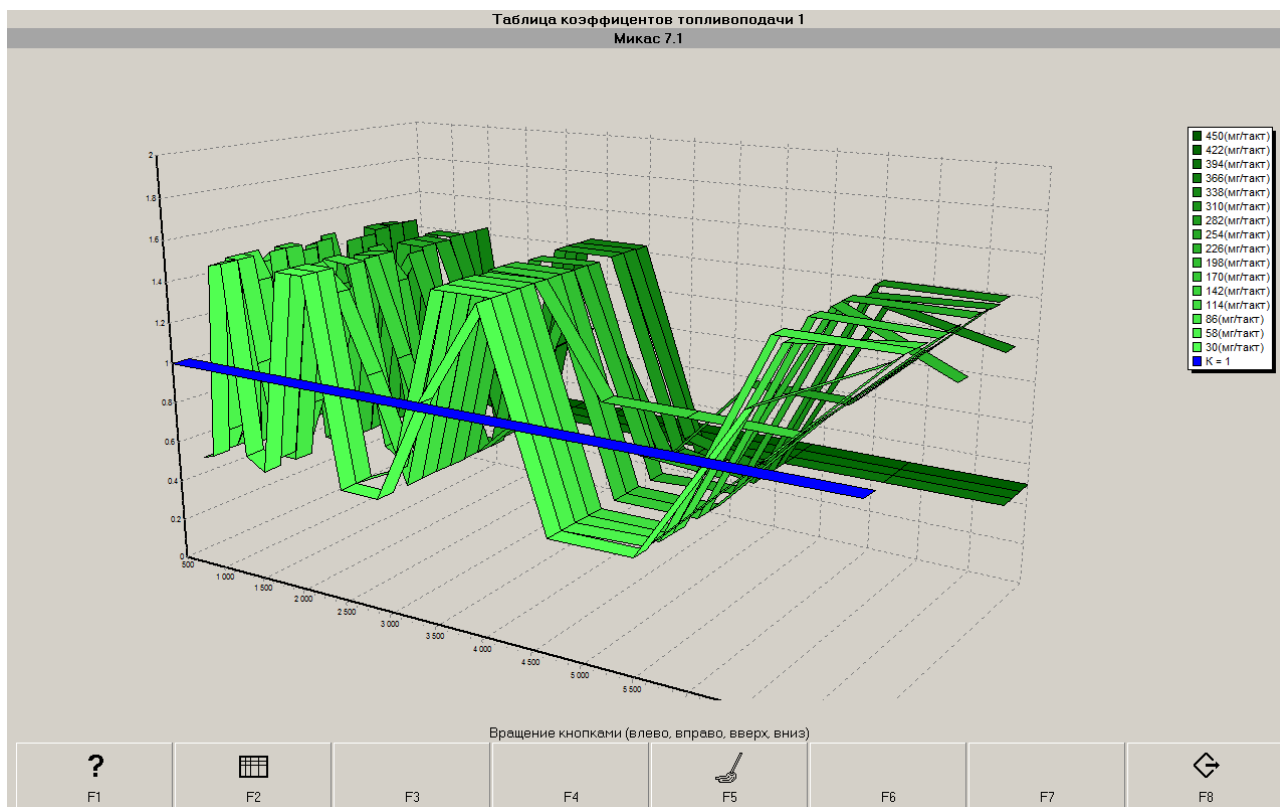

Рис.18. Трёхмерная линейчатая гистограмма коэффициентов топливоподачи.
- представление в виде трёхмерной линейчатой гистограммы (Рис. 18).